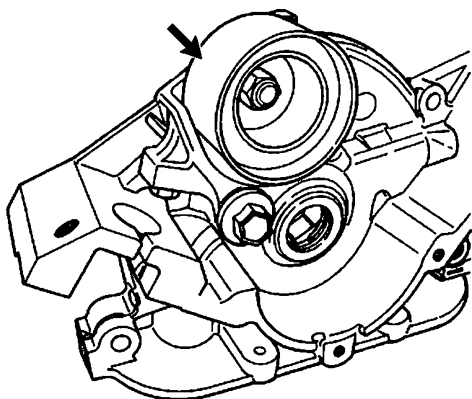

图 16-26 检查带轮运转
- 2) 如图 16-26 所示, 检查带轮运转是否灵活自如。